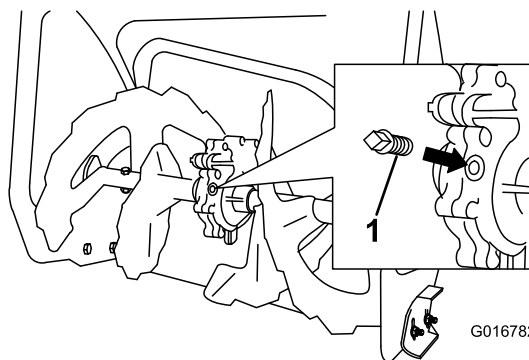

Figura 30
2. Pulite l'area circostante il tappo del tubo (Figura 30).